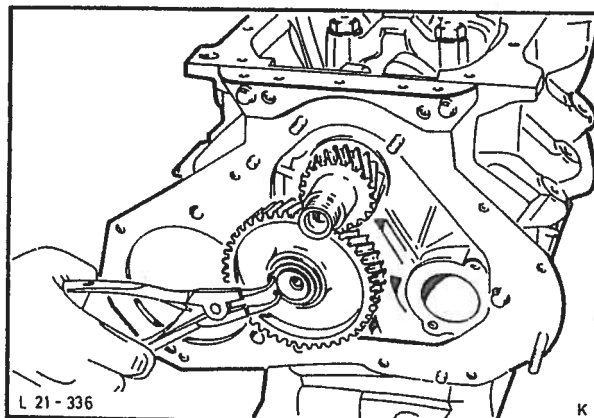

Fig. 51 Demontering av mellomdrev.
22. Demonter mellomdrevets låsering, skive og drevet, fig. 51.